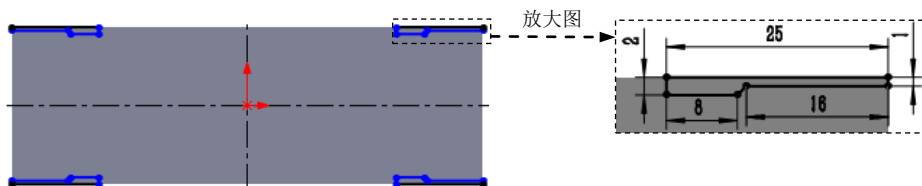

图 11.3.11 横断面草图
② 定义横断面草图。在草图环境中绘制图 11.3.11 所示的横断面草图。
(3) 定义切除深度属性。在“切除—拉伸”对话框 **方向1** 区域的 下拉列表中选择